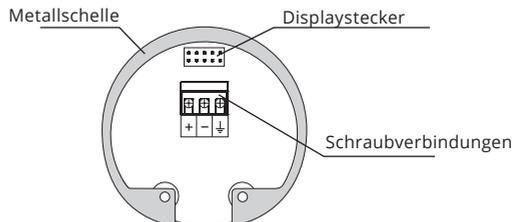

Abb. 23: Innenansicht der Schraubverbindungen des Füllstandsmessers mit Stromausgang GRLM-70_--I
5. Das Kabel nach dem Schaltplan in Abb. 23 oder 25 an die Schraubklemmen anschließen. Die Klemmen und die Kabeltülle festziehen. Anzugsmoment siehe Technische Parameter S. 32.
6. Ist der Füllstandsmesser mit der Modbus-Kommunikation als Endgerät an die RS-485-Leitung angeschlossen, ist die Montage eines Abschluss-(Terminierungs-)Resistors 120 Ω empfohlen. Dies erfolgt durch das Verschieben des Hebels mit der Bezeichnung 120 Ω in die Stellung ON. Bei den Füllstandsmessern, die an die RS-485-Leitung als durchlaufende Geräte angeschlossen sind, werden keine Abschlussresistoren angeschlossen (der Schalter bleibt ausgeschaltet). Siehe Abbildung 23.